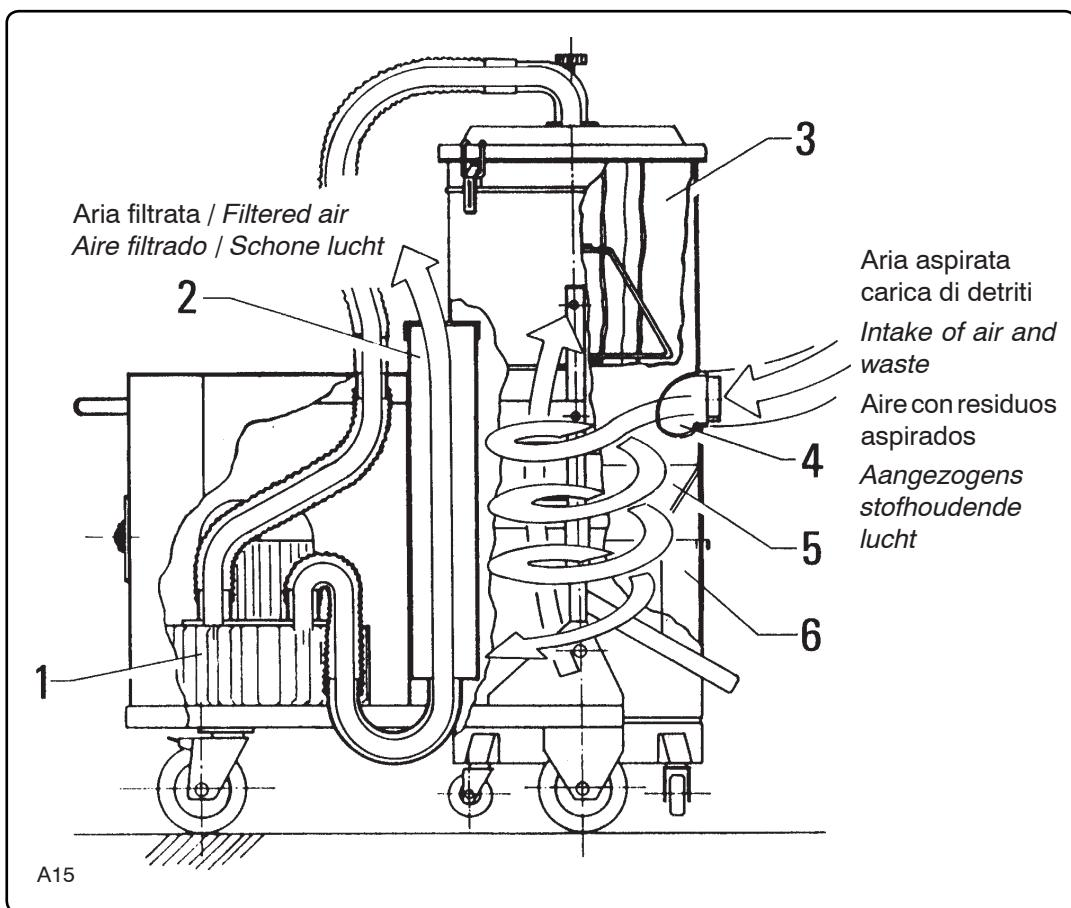

Fig. 6.1.1
**6.1 - Corretto utilizzo dell'aspiratore (fig. 6.1.1)**
**6.1 - Correct use of the vacuum (fig. 6.1.1)**
**6.1 - Utilización correcta del aspirador (fig. 6.1.1)**
**6.1 - Correct gebruik van de industriezuiger (afb. 6.1.1)**
Il materiale aspirato, attraversa il tubo e gli accessori finali "4" fig. 6.1.1, quindi arriva nel contenitore "6" dove un deflettore "5" presente nella camera filtrante imprime al materiale un moto centrifugo provocando la caduta delle particelle più pesanti sul fondo del contenitore "6".
L'aria aspirata, trascina le particelle più leggere attraversa il filtro primario "3" fig. 6.1.1 che le trattiene.
Infine l'aria filtrata entra nella girante "1" dell'unità aspirante, quindi viene espulsa dal tubo di scarico "2" di fig. 6.1.1.
*This waste material passes through the pipe and accessories "4" fig. 6.1.1 until it reaches container "6" where a deflector "5" in the filtering chamber subjects it to a centrifugal action causing the heavier solids to drop to the bottom of container "6".*
*The lighter particles in the airflow are then retained by primary filter "3" fig. 6.1.1 as the air passes through it.*
*Lastly, the filtered air enters impeller "1" of the suction unit it is then exhausted through exhaust pipe "2" of fig. 6.1.1.*
El material aspirado, atraviesa el tubo y los accesorios finales "4" fig. 6.1.1, luego llega al contenedor "6" donde un deflecto "5", presente en la cámara filtrante, imprime al material un movimiento centrífugo, provocando la caída de las partículas más pesadas en el fondo del contenedor "6".
El aire aspirado, arrastra las partículas más livianas a través del filtro primario "3" fig. 6.1.1 que las retiene.
Por último el aire filtrado entra en el rodet "1" de la unidad aspirante, siendo luego expulsado por el tubo de descarga "2" de fig. 6.1.1.
*Het afgezogen materiaal gaat door de slang en zuigkoppeling "4" Afb. 6.1.1 naar de container "6" waar een in de filterkamer geplaatste geleideplaat zorgt voor een werveling waardoor de zwaardere stofdeeltjes op de containerbodem "6" vallen.*
*De lichtere stofdeeltjes worden in de luchtstroom meegegenomen en doorspoeld het hoofdfilter "3" Afb. 6.1.1 waar deze blijven hangen.*